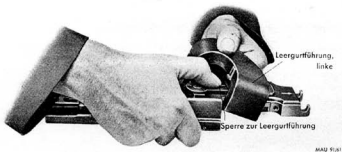

Abb. 61: MG 81; Abnehmen der Leergurtführung
5. Zerlegen und Zusammensetzen des Deckels (Abb. 61—65)
Die Sperre zur Leergurtführung*) zurückschieben, Leergurtführung anheben und nach hinten wegnehmen (Abb. 61).